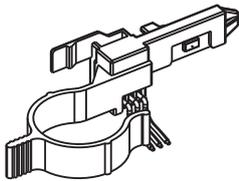

Fig. 65
13.17 DHW Flow Sensor ('Hall Effect' Sensor) (Fig. 65)